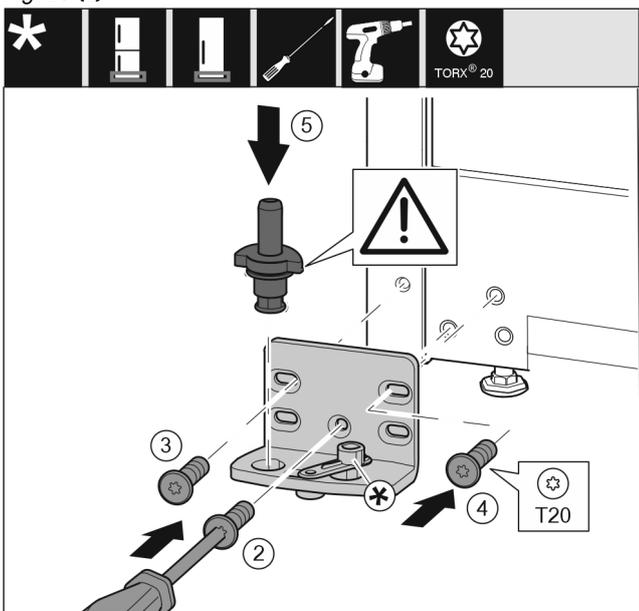

Fig. 19
- Poser le support de palier de l'autre côté et le visser à l'aide d'un tournevis T20. Commencer par la vis 2 en bas au milieu. Fig. 19 (2)
- Visser les vis 3 et 4. Fig. 19 (3,4)
- Mettre en place l'axe de palier complet. Veiller à ce que l'ergot d'enclenchement soit orienté en arrière. Fig. 19 (5)